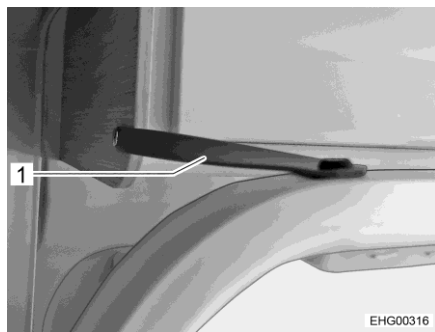
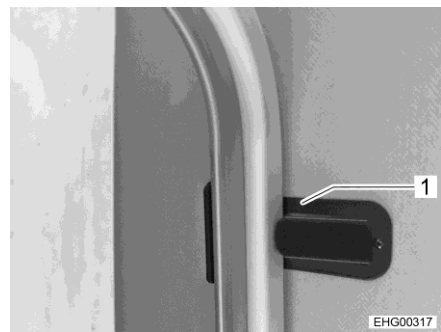

Fig. 36 Somier plegable, correa
Fig. 37 Somier plegable, sujetador
- Cama con somier plegable: plegar somier hacia arriba y fijarlo con correa (Fig. 36,1) y sujetador (Fig. 37,1).